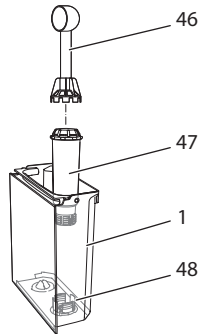

Bild 25: Skruva fast/lossa vattenfiltret
- Ta ut vattenfiltret när maskinen uppmanar dig till det (se Bild 25, sida 241).